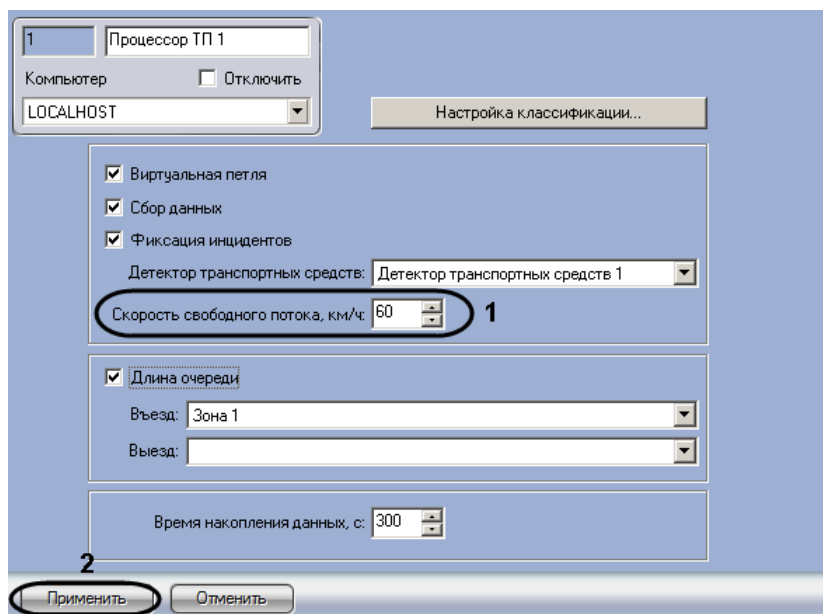

Рис. 7.7—11. Задание скорости свободного потока
1. Перейти на панель настройки объекта «Процессор ТП» (см. Рис. 7.7—11)
2. В поле со списком «Скорость свободного потока, км/ч» ввести скорость в километрах в час свободного транспортного потока в зоне детектирования (см. Рис. 7.7—11, 1)
3. Для сохранения внесенных изменений нажать кнопку «Применить» (см. Рис. 7.7—11, 2)